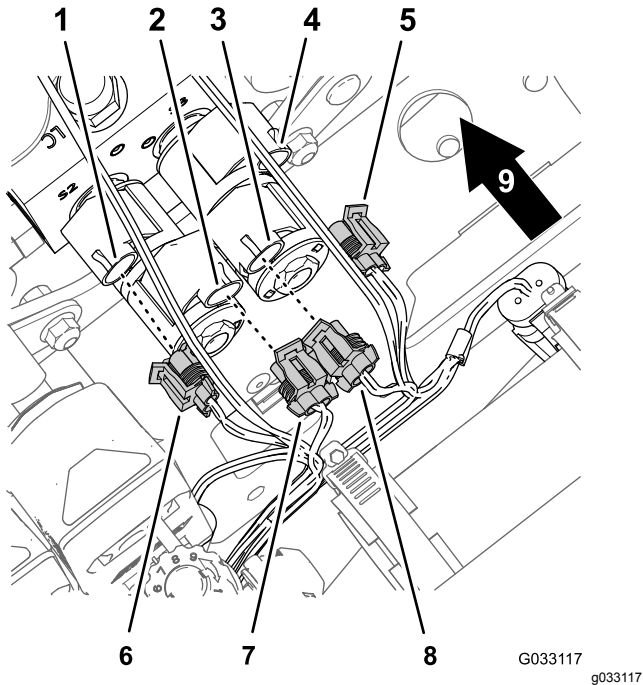

Bild 17
3. Ziehen Sie den 2-Stift-Stecker des Kabelbaums für das Sonic Boom-Finishingkit (Bild 17) vom 2-Stift-Stecker Stromspulen des Hubzylinderverteilers wie folgt ab: